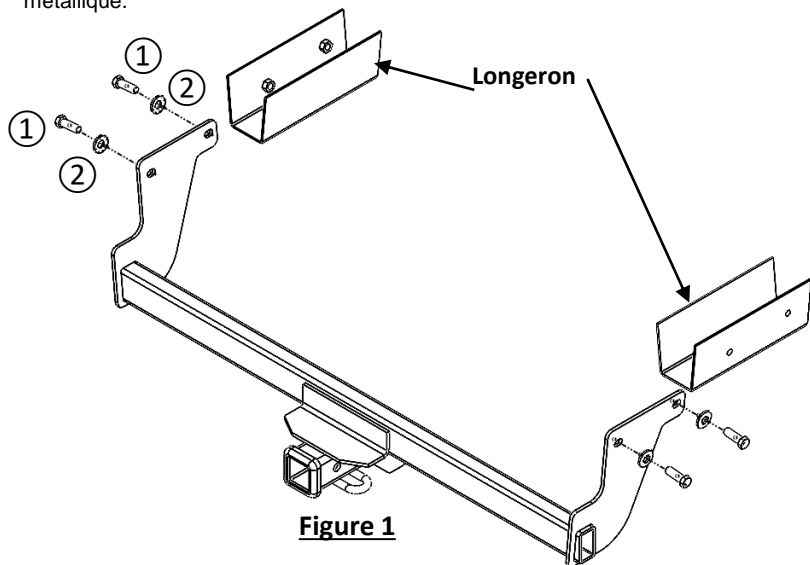

Figure 1
1. **Retirez les bouchons de cadre** - À l'aide d'un tournevis à tête plate, retirez (2) les bouchons en plastique du rail du cadre du côté passager, répétez pour le côté opposé.
2. **Installez l'attelage** - Soulevez l'attelage en position. À l'aide du matériel fourni, appliquez un casier à filetage bleu sur les boulons, puis installez lâchement (4) les boulons M12 et les rondelles dentées coniques comme indiqué. **Voir la figure 1.** **NOTA** : Il peut être nécessaire de nettoyer les débris des écrous de soudure existants dans le cadre à l'aide d'une brosse métallique.